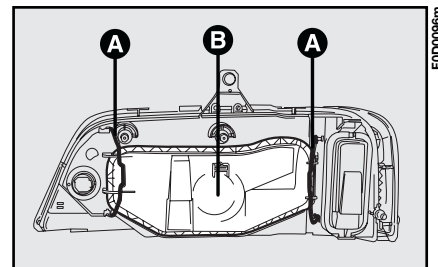

Abb. 12
3) Aushakung der Feder **A**, Abb. 12 und Abnahme des Deckels **B**;
7) Die Befestigungsfedern wieder einhaken, den Verbinders einsetzen, den Deckel **B**, **Abb. 12** aufsetzen und mit den betreffenden Federn befestigen.